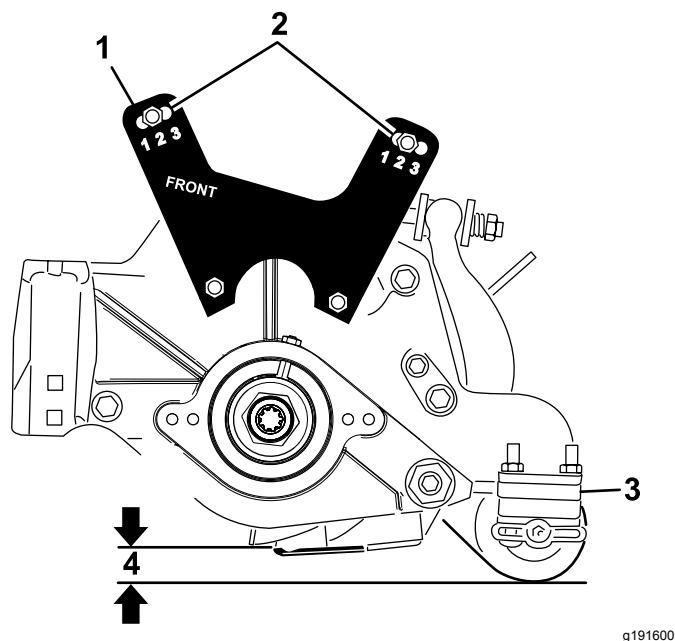

Figura 21
- Abbassate l'apparato di taglio al suolo e misurate la distanza tra il suolo e il bordo superiore della controlama, come illustrato in Figura 21.